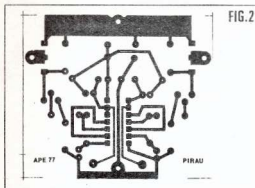

FIG. 2
- FIG. 2 - LAY OUT DO CIRCUITO IMPRESSO ESPECÍFICO - Ainda que não muito pequena (devido aos dois estágios de potência, com transistores *grandes* e algumas trilhas mais largas...), a placa é muito simples, em seu desenho e confecção, conforme mostra o *lay out* do seu padrão cobreado, em escala 1:1 (tamanho natural), visto no diagrama... Como sempre, é um caso típico de desenho para realização final com os apropriados decalques ácido-resistentes (por causa do integrado...). No mais, é só seguir as etapas recomendadas de atenção, cuidado e verificação final, observando as regras propostas nas **INSTRUÇÕES GERAIS PARA AS MONTAGENS** (que devem ser lidas principalmente pelos leitores/hobbyistas novatos...), levando em conta que o circuito trabalha - em alguns dos seus estágios - com elevados níveis de corrente e potência, ensejando um rigor ainda maior nas conferências quanto a ausência de *curtos* ou de pequenas ligações indevidas que tenham *sobrado* da corrosão... Lembramos que sempre é muito mais fácil efetuar eventuais correções na placa enquanto a dita cuja ainda está *sem* os componentes...